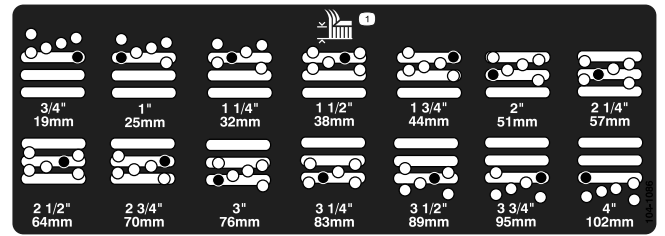

Figura 5
5. Mova a câmara para a altura de corte desejada e instale a cunha no orifício e ranhura da altura de corte designada (Figura 5).